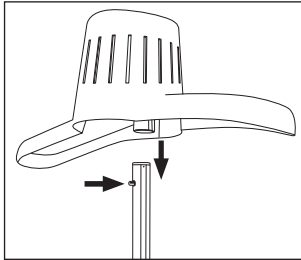

Fig. 1 : Mise en place du cintre ❶
- ▶ Afin de pouvoir à nouveau retirer la tige télescopique ❹ en cas de besoin, appuyez sur la touche de déverrouillage  ❼ et sortez la tige télescopique ❹.
- ◆ Réglez la hauteur de la tige télescopique ❹. Ouvrez pour cela le clip de verrouillage ❸, déployez la tige télescopique ❹ jusqu'à la hauteur souhaitée et resserrez à nouveau le clip de verrouillage ❸. Sortez la tige télescopique ❹ au moins jusqu'à ce que le cintre ❶ puisse être mis en place.
- ◆ Enfillez le cintre ❶ sur la tige télescopique ❷ de manière à ce que les bras incurvés du cintre regardent vers le devant de l'appareil. Poussez le blocage ❸ vers l'intérieur et glissez le cintre ❶ par-dessus jusqu'à ce que le blocage ❸ s'enclenche (fig. 1).